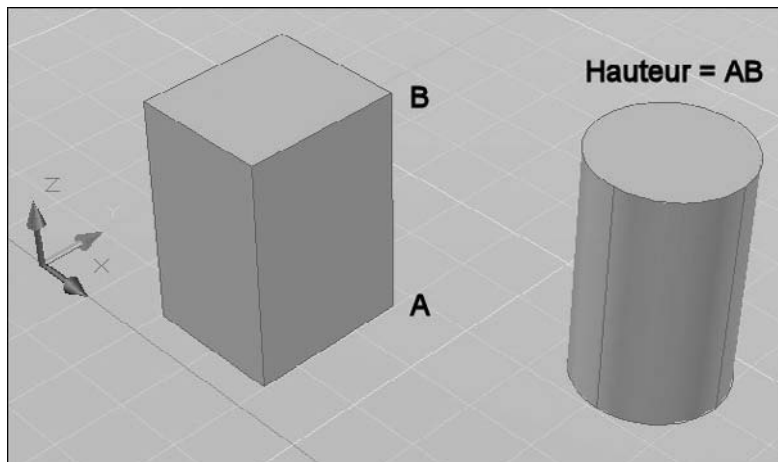

Fig.17.19
- 5] Spécifiez le premier point : A, puis le second point : B (fig.17.19).